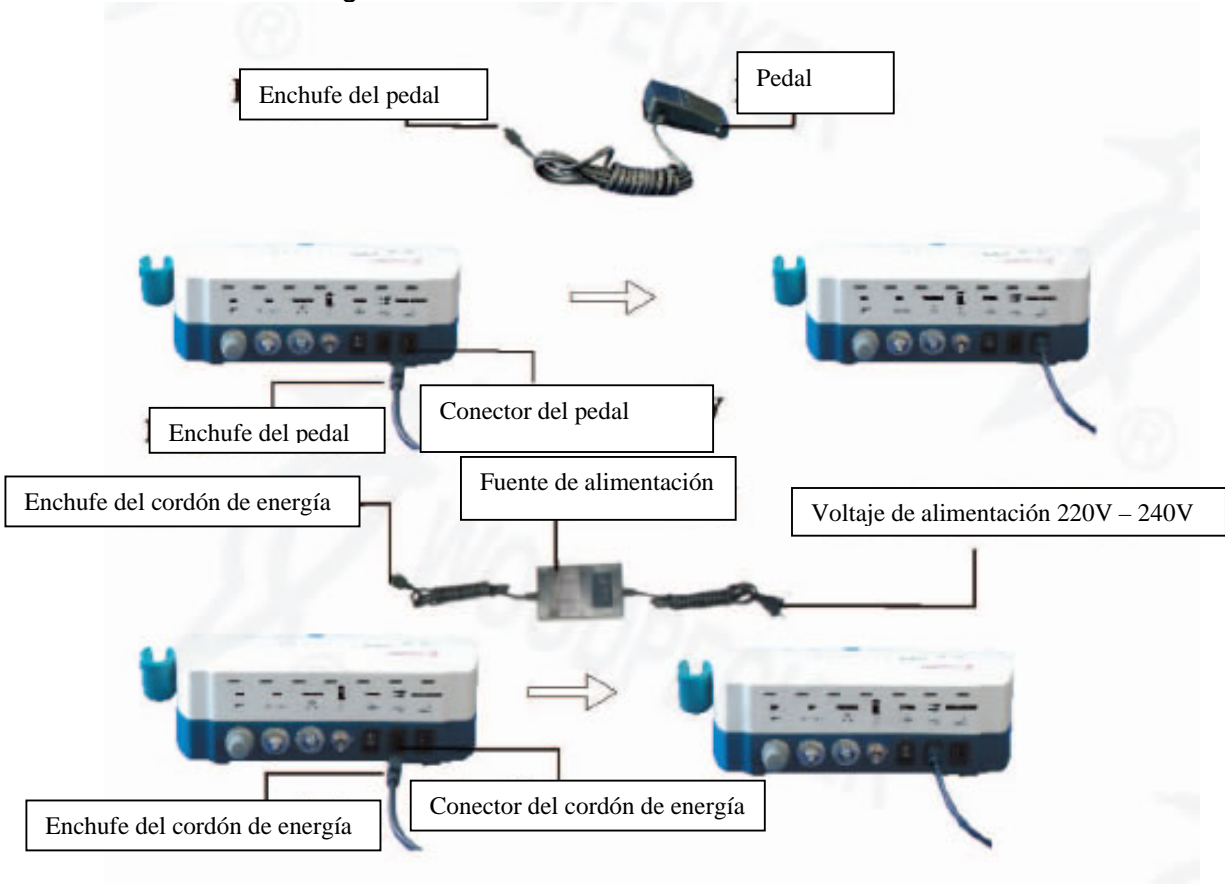

FIGURA 2
b) Croquis para conexión del pedal, fuente de energía y la unidad principal son mostrados en la figura 2.